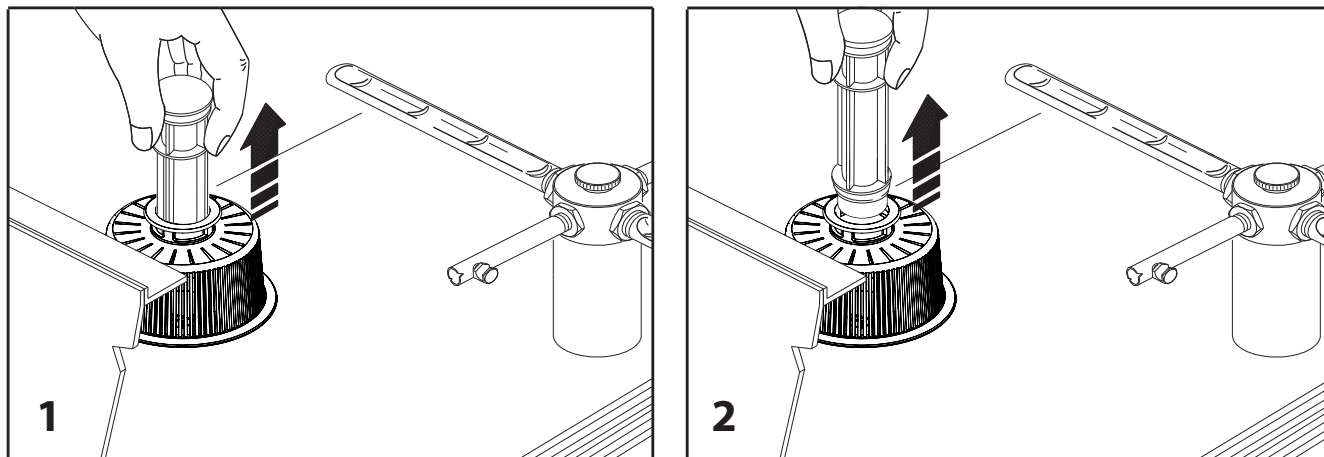

Fig. 16
2. togliere il tubo di troppo pieno (fig. 16)
3. se la lavastoviglie è dotata di pompa di scarico, prima di spegnerla, togliere il tubo troppo pieno (fig. 16) e azionare la pompa mediante il TASTO POMPA DI SCARICO (vedere par. 4.6). Al termine dello scarico la lavastoviglie si spegne. Disconnetterla dalla rete elettrica.